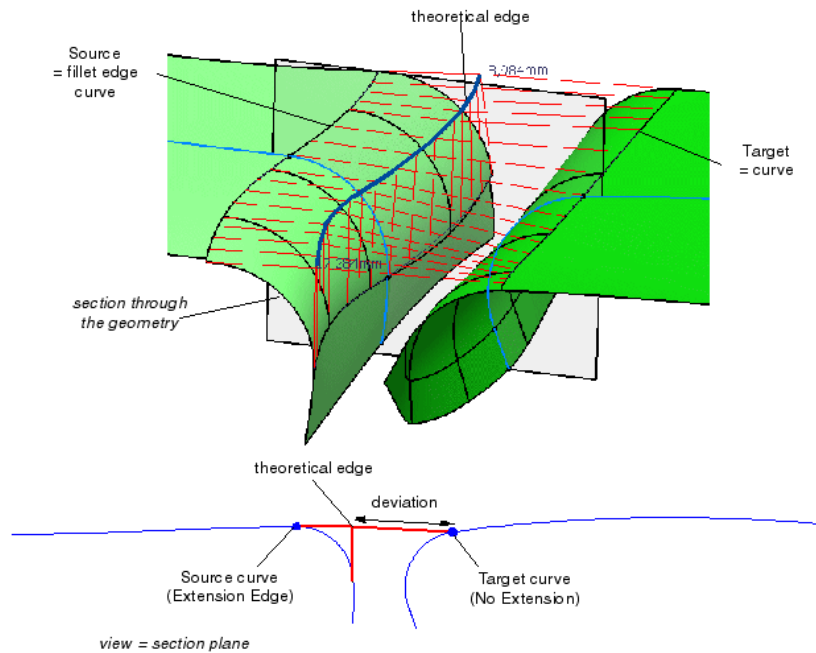

Figura 2.164 Ejemplo de análisis con extensión de borde (edge).
- Extension of a Source or Tarjet Edge:** las superficies seleccionadas como soporte se extienden moviendo hacia adelante las curvas o bordes seleccionados como Origen (Source) y / o Destino (Tarjet) de manera que se genera un borde imaginario (en azul oscuro en la *Figura 2.164*). Posteriormente, este borde se utiliza para calcular la desviación.